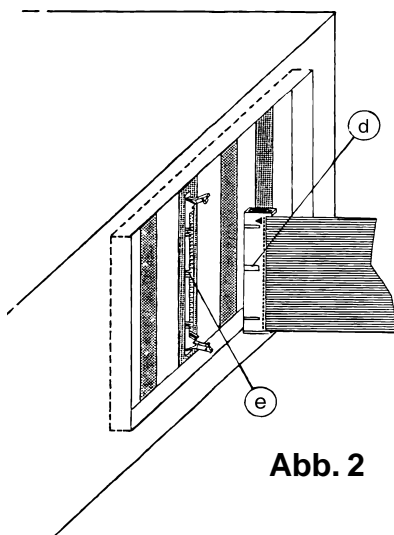

Abb. 2
6. Schließen Sie das Gehäuse Ihres Rechners und befestigen Sie es mit den Sicherungsschrauben. Kabel, die Sie während des Einbaus gelöst haben, sollten Sie nun wieder einstecken. Stecken Sie die/das Anschlusskabel Abb. 2 (d) der Karte in die vorgesehenen Buchse/n (e) und beachten Sie die VDE-Handhabungsvorschriften. Schalten Sie immer zuerst den Rechner ein, um anschließend, beispielsweise eine Spannung zu messen. Nie umgekehrt !!!